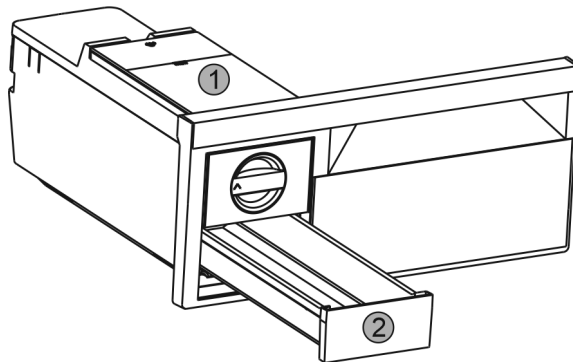

Fig. 41
- ▶ Vyměňte nádržku na vodu Fig. 41 (1) a zásuvku na kostky ledu Fig. 41 (2).